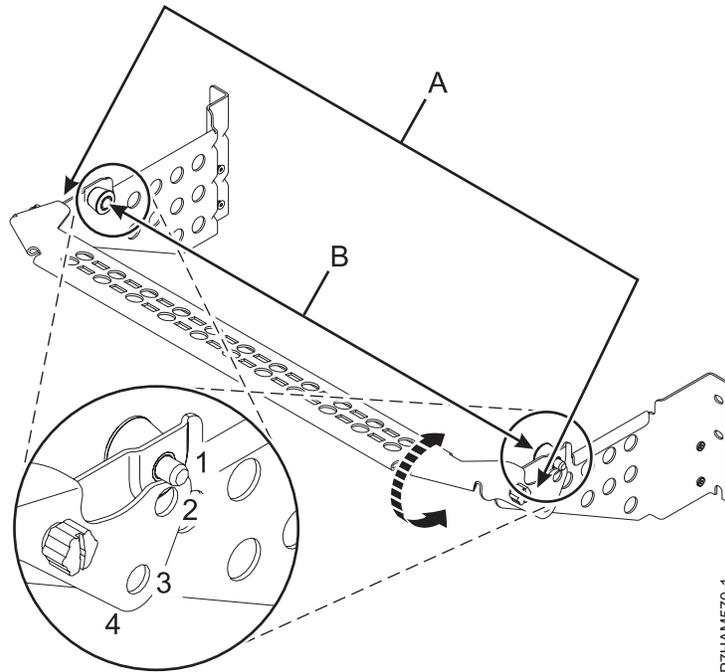

Figura 10. Posiciones de rotación de la abrazadera portacables
- Utilice la abrazadera portacables para asegurar la unidad de expansión 5802 o 5877 al bastidor si piensa proporcionar una organización extensiva para los cables que se conectan a la unidad de expansión. La abrazadera portacables contiene un soporte que gira en las posiciones siguientes, tal como se muestra en la Figura 10 en la página 12.